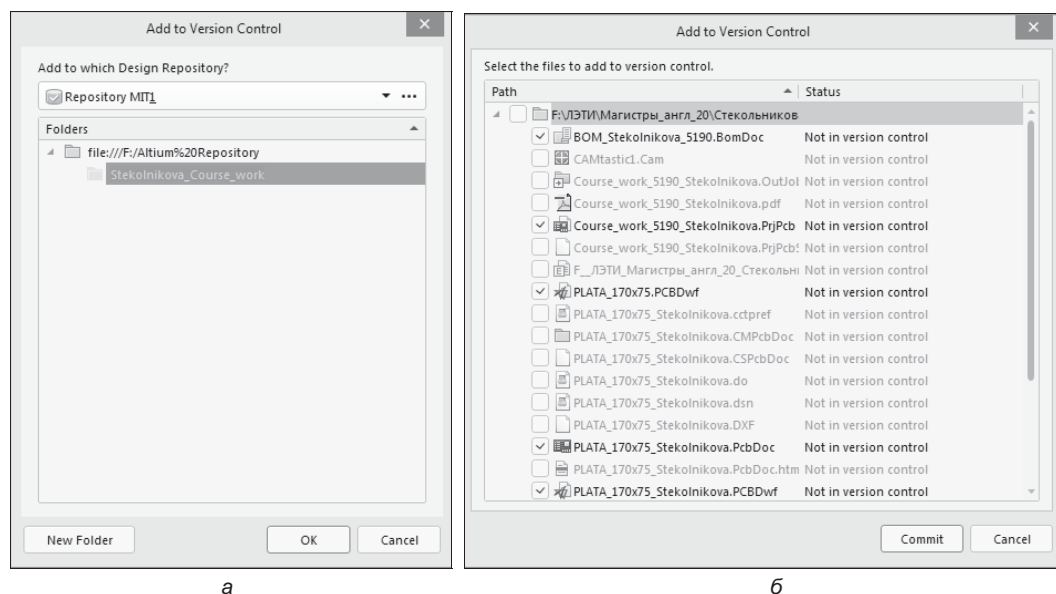

Рис. 13.4. Подключение документов проекта к депозиторию контроля версий:
2. В открывшемся диалоговом окне **Add to Version Control** (рис. 13.4, а) щелчком на кнопке **New Folder** подключить к депозиторию, обозначенному в поле **Folders**, папку документов активного проекта — диалоговое окно заполняется списком документов проекта (рис. 13.4, б):